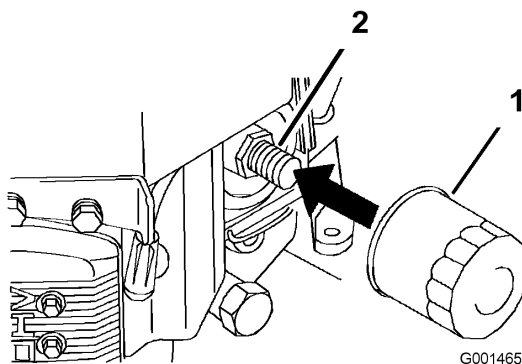

Figure 26
- Retirez le filtre usagé (Figure 26).
- Appliquez un mince film d'huile neuve sur le joint en caoutchouc du filtre de rechange (Figure 26).
- Posez le filtre à huile de rechange sur l'adaptateur, tournez le filtre dans le sens horaire jusqu'à ce que le joint en caoutchouc touche l'adaptateur, puis serrez le filtre de 3/4 de tour supplémentaire (Figure 26).